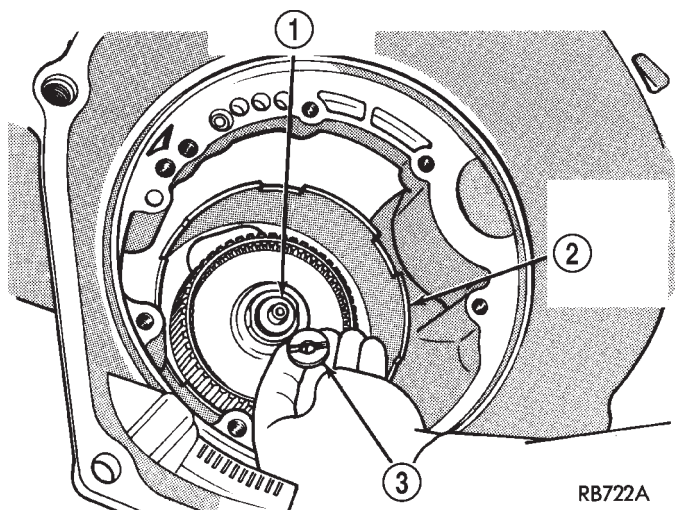

Fig. 54 Arandela de empuje nº 3
(12) Instale la arandela de empuje nº 3 (Fig. 54). Consulte la especificación del juego longitudinal registrada durante el desensamblaje del transeje a fin de determinar si es necesario o no el reemplazo.